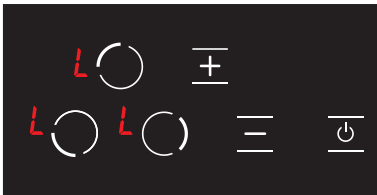

Afbeelding 19
2. Druk opnieuw op de selectieknop bovenaan links van de kookplaat (0). (Zie Afb. 19)